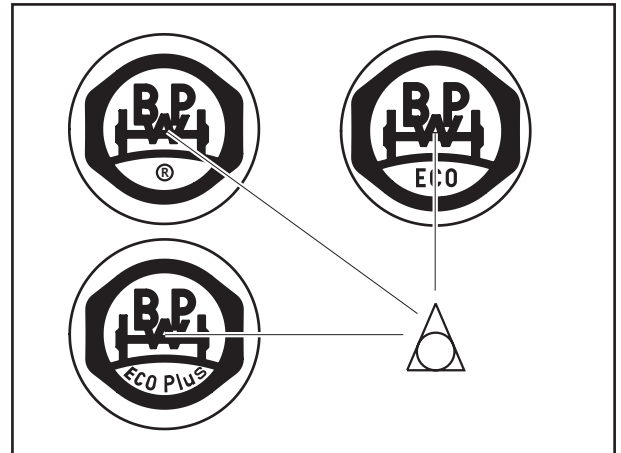

Fig. 7
- Only the hub caps of the reference axle need be unscrewed also on vehicles with new hub caps (embossed ® or ECO under the BPW-logo) (Fig. 7).
- Seuls les capuchons de l'essieu de référence doivent être dévissés s'il s'agit d'un véhicule doté de nouveaux capuchons (® ou ECO poinçonnés sous le sigle BPW) (fig. 7).